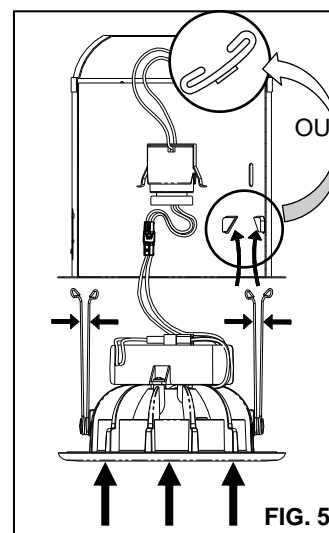

FIG. 5
2. Si vous utilisez des RESSORTS DE TORSION, serrez les deux pattes à RESSORTS DE TORSION l'une contre l'autre et insérez-les dans les FENTES DE RESSORT DE TORSION (ou SUPPORTS DE RÉCEPTION) du BOÎTIER. (**FIG. 5**)
3. Rentrez tous les fils dans le BOÎTIER et poussez doucement la GARNITURE DE RÉNOVATION dans le BOÎTIER. (**FIG. 5**)
- Réinstaller le GARNITURE DE RÉNOVATION dans le BOITIER. (FIG. 5)